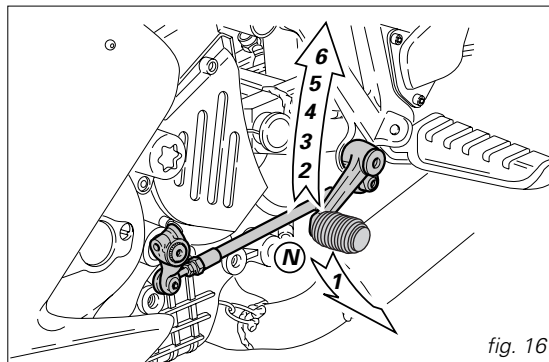

fig. 16
**Pedal mando cambio** (fig. 16)